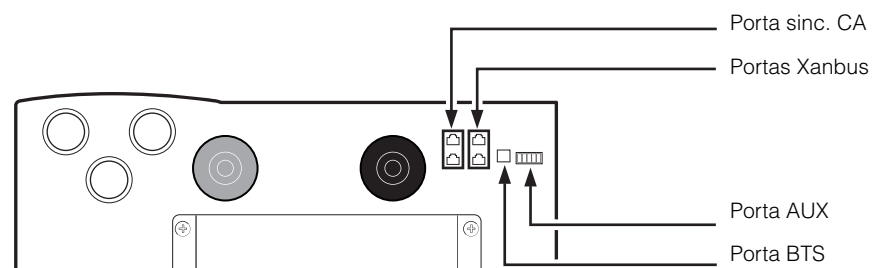

Figura 4-4 Portas de comunicação do Inversor/carregador Conext XW+
1. Remova as duas pistas para os cabos de comunicação, removendo o parafuso que fixa cada pista no lugar, conforme mostrado na Figura 4-4.